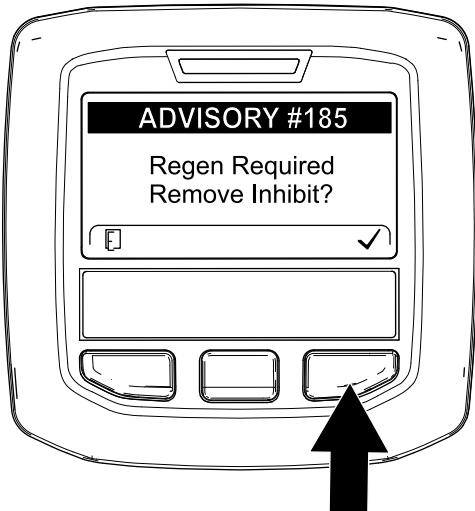

図 37
**注** 再生禁止 INHIBIT REGEN 設定が ON にセットされている場合は、インフォセンターにアドバイス No. 185 図 37が表示されます。ボタン 3 を押して再生禁止設定を OFF にしてリセット再生を許可してください。